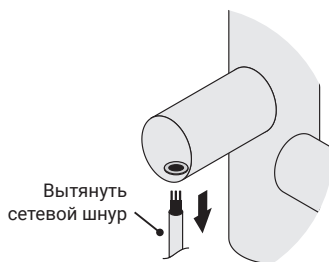
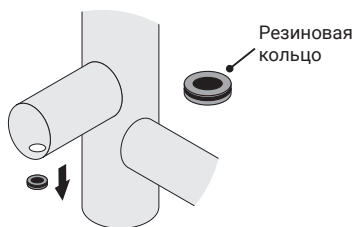

Рис.7
Рис.8
4.2.4. Отсоединить провода от клеммных колодок, вытянуть шнур из резинового кольца (рис. 7). Только после извлечения сетевого шнура можно снять резиновое кольцо (рис. 8).